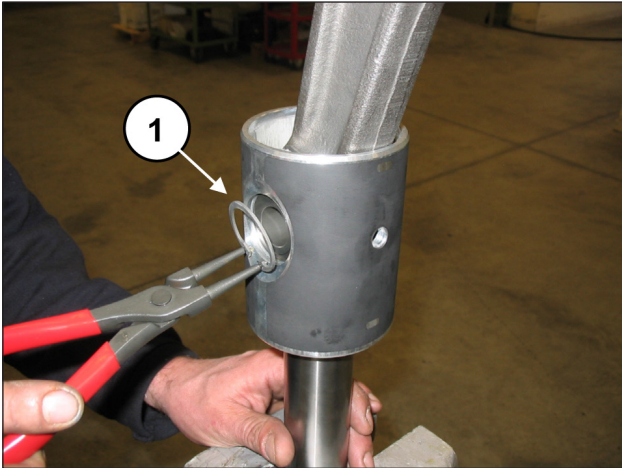
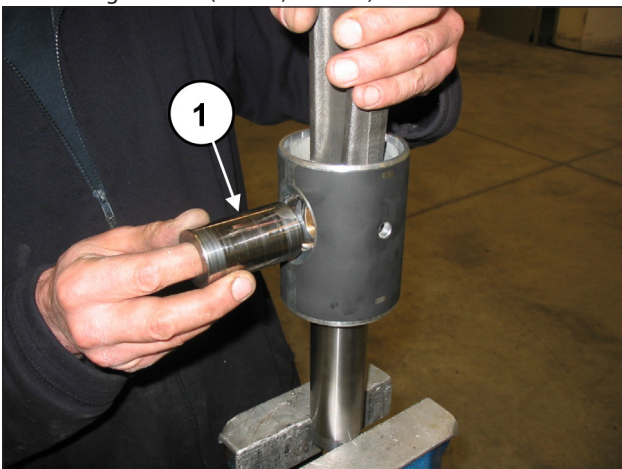
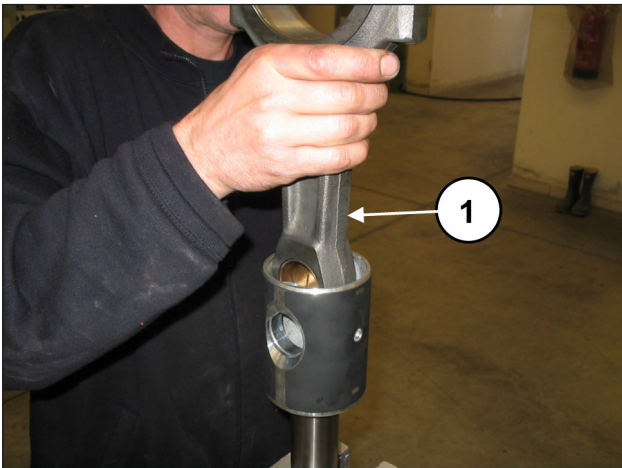

Abb. 44
Abb. 45
Abb. 46
Entfernen Sie die zwei Seegerringe zur Sicherung des Bolzens mit einem geeigneten Werkzeug (Pos. ①, Abb. 44).
Streifen Sie den Bolzen ab (Pos. ①, Abb. 45) und ziehen Sie die Pleuelstange heraus (Pos. ①, Abb. 46).
Setzen Sie die Pleuelstange in die Pleuelführung ein (Pos. ①, Abb. 46) und anschließend den Bolzen (Pos. ①, Abb. 45). Montieren Sie die zwei Seegerringe zur Sicherung mit dem entsprechenden Werkzeug (Pos. ①, Abb. 44). Trennen Sie Pleueldeckel und Pleuelhälften; die vorschriftsmäßige Paarung wird durch die seitliche Nummerierung garantiert (Pos. ①, Abb. 43).